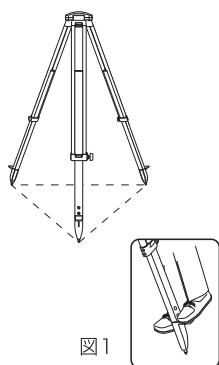
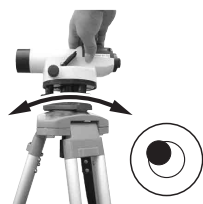
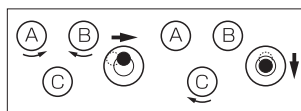

図1
図2
図3
- (1) 目の高さまで三脚を伸ばし、固定ネジで締めます。
- (2) 三脚を開いて石突きを踏み込み、三脚をしっかりと固定します。(図1)
- (3) 脚頭がほぼ水平になるように三脚を調整し、脚頭に本体を載せ、定芯棒で固定します。
- (4) 球面脚頭式の場合は定芯棒を少し緩め本体の底板を両手で保持しながら脚頭上をスライドさせ、円型気泡管の○の中心に気泡●を入れます。(図2)
- (5) 定芯棒を締め固定します。
- (6) 整準ネジを調整して円型気泡管の○の中心に気泡●を入れます。(図3)